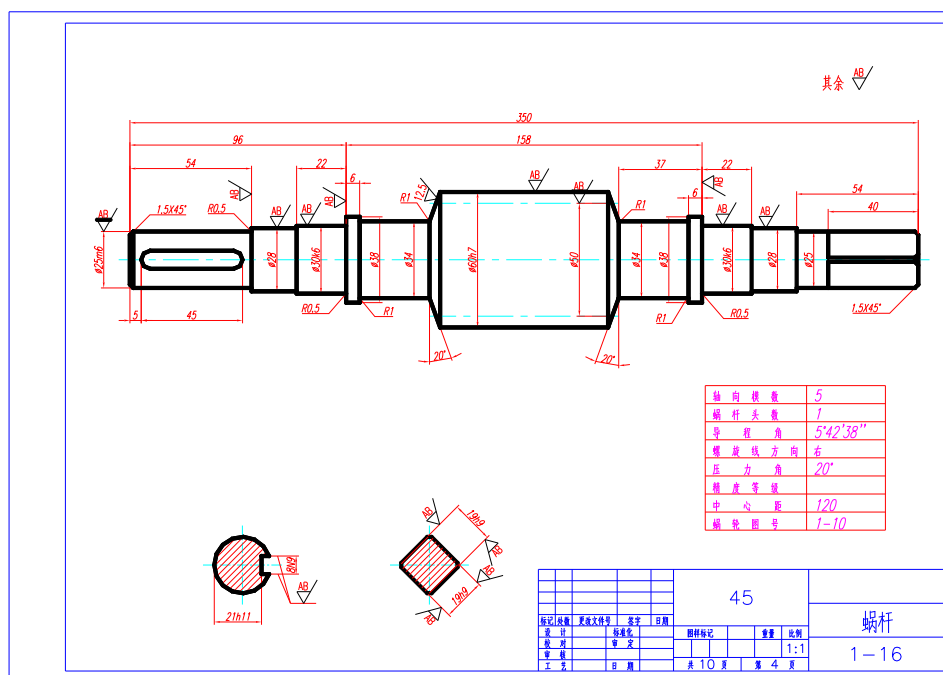
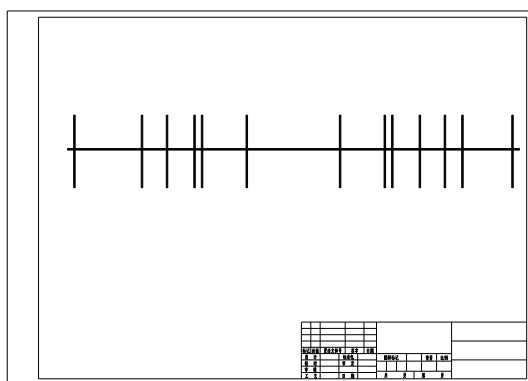

图 11-1 蜗杆零件图
图 11-8 绘制与端线平行的直线
在 AutoCAD 中绘制如图 11-1 所示的蜗杆零件图。
(1) 轴一般用来支承传动零件和传递动力，它的形状一般来说是对称的。本章要绘制的蜗杆与普通轴结构有一致的地方，因此绘制方法基本相同。
(2) 轴类零件的结构特点。从图 11-1 可以看出，轴类零件具有以下特点：轴类零件为回转体，并且多为车床加工，因此主视图是轴线横放，键槽、孔等结构尽量朝前，而不用绘制左视图和俯视图。其他结构（如键槽、退刀槽、中心孔等）可以利用剖视、剖面、局部视图和局部放大图来表示。
(3) 根据前面的分析，绘制的过程可以采用以下两种绘制方法。
从图 11-1 可以看到, 如果只从绘图线条来看, 蜗杆存在很多同轴线平行和垂直的线段, 可以从前面的步骤中得到启示, 即它们都可以通过偏移工具完成。
以两个端线为基准, 分别绘制与端线平行的直线, 具体参数可以参见图 11-1 中的尺寸。结果如图 11-8 所示。